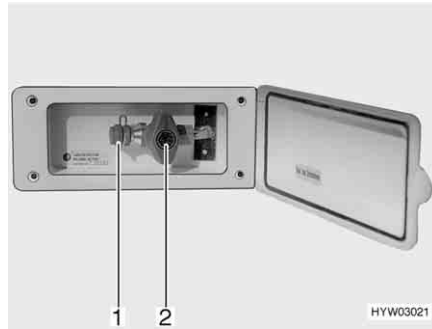

Fig. 124 Raccordement externe de gaz avec robinet d'arrêt de gaz fermé
Le raccordement externe de gaz (Fig. 124) se trouve, selon les modèles, à l'arrière ou sur le côté gauche ou droit du véhicule.
- Raccorder l'appareil à gaz externe sur le raccord (Fig. 124,1).
- Ouvrir le robinet d'arrêt de gaz (Fig. 124,2).